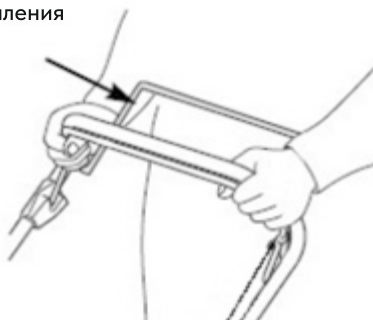

Рис. 26
- Отпустите рычаг сцепления (рис. 26).